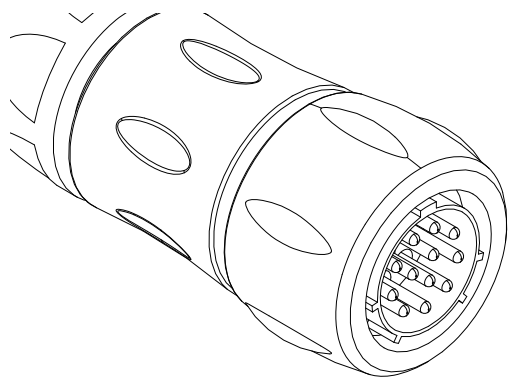
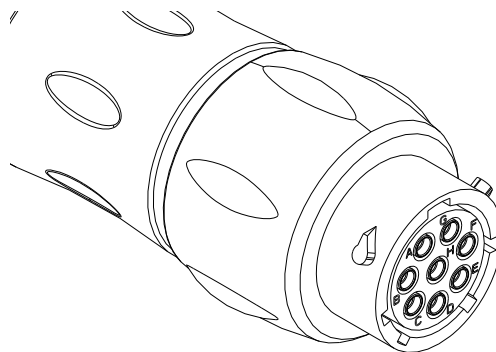

Fig. 1: Collegamento del fonditore
Fig. 2: Collegamento della pistola
Il connettore circolare grande rappresenta l'estremità fonditore ed è dotato di cavo da 0,6 m (2 piedi) (vedere la Fig. 1). Il connettore quadrato piccolo rappresenta l'estremità pistola ed è anch'esso dotato di cavo da 0,6 m (2 piedi) (vedere la Fig. 2).
- a. Utilizzare un ohmmetro per verificare la resistenza elettrica degli spinotti dell'elemento riscaldante, tra gli spinotti C e D del connettore dell'estremità fonditore che si fissa al comando del flessibile riscaldato. Vedere FIG. 1. La resistenza dell'elemento riscaldante per le varie lunghezze dei gruppi del flessibile con raccordo viene indicata nella seguente tabella di flessibili con raccordo.